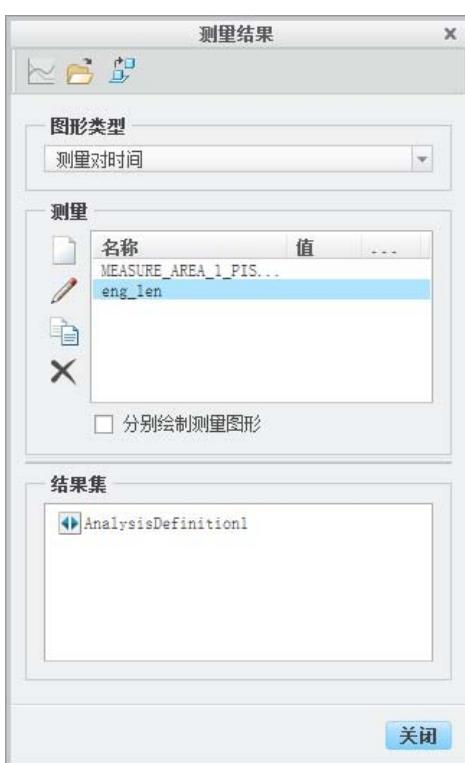
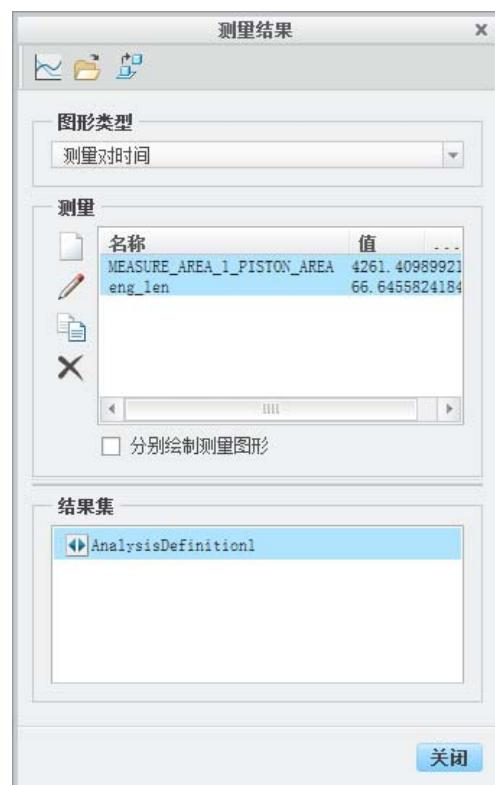

图 8.2.11 “测量结果”对话框
图 8.2.12 显示测量结果
⑤ 单击“测量定义”对话框中的**确定**按钮，系统立即将活塞行程测量项添加到“测量结果”对话框的列表中（图 8.2.11）。
(3) 选取测量名称。按住 Ctrl 键，在“测量结果”对话框的列表中选取所有测量项。
(4) 选取运动结果。在“测量结果”对话框的“结果集”中选择**AnalysisDefinition1**，此时“测量结果”对话框中显示图 8.2.12 所示的测量结果。